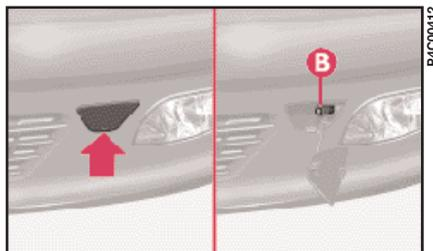
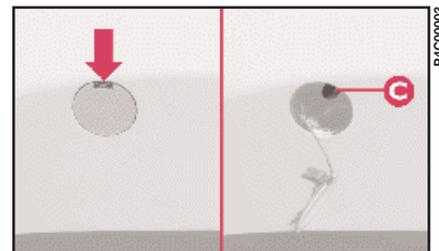

fig. 43
fig. 44
3) Visser à fond le crochet **A** (fig. 42) sur le goujon fileté **B** (fig. 43) ou **C** (fig. 44), visible après avoir enlevé le cache.
B - ancrage avant (fig. 43).
C - ancrage arrière (fig. 44).